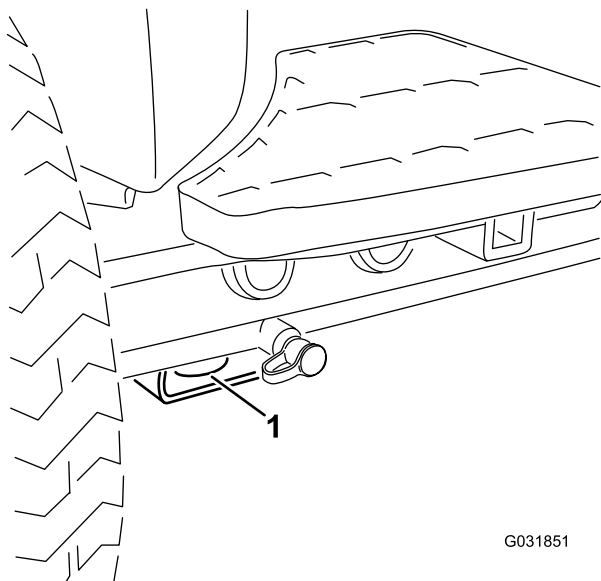
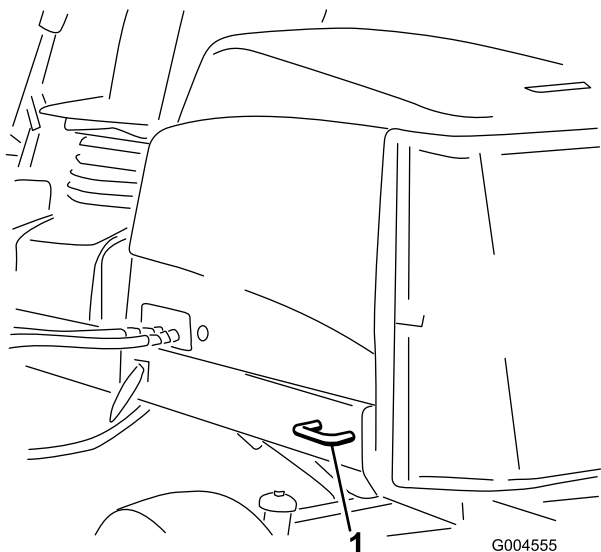

Figura 57
Figura 58
5. Utilice los puntos de amarre metálicos de la máquina para sujetar la máquina firmemente al remolque o al camión con correas, cadenas, cables o cuerdas (**Figura 57** y **Figura 58**).
- Delantero – el orificio del bloque rectangular, debajo del tubo del eje, al interior de cada rueda delantera (**Figura 57**)
- Detrás – en cada lado de la máquina, en el bastidor trasero (**Figura 58**)